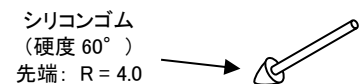

図 1: 試験棒概略図 1
- 試験条件: 試験棒(図 1)でドット間中央部を徐々に押し、接点が閉じた時の荷重を読み取る。
- 試験条件: 試験棒: 図 1 参照